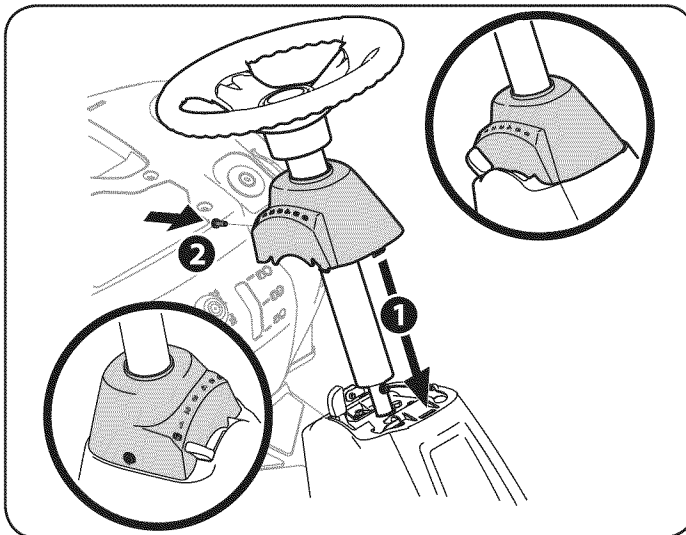

Figura 3
7. Deslice la tapa del pedestal sobre el tractor (1) y rótelala ligeramente a la derecha para calzarla en su lugar. Sujete el pedestal con el tornillo (2) que extrajo antes. Vea la Figura 3.